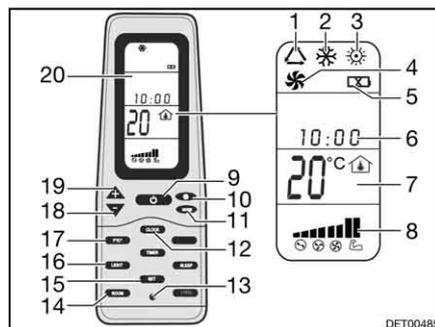

Fig. 159 Telecomando
- Premere il tasto ON/OFF (Fig. 159,9).
- Premere il tasto "Mode" (Fig. 159,11) spesso, finché la modalità desiderata (Fig. 159,1, 2, 3 o 4) viene visualizzata sul display (Fig. 159,20).
- Impostare la temperatura desiderata con i tasti "+" (Fig. 159,19) e "-" (Fig. 159,18).
- Con il tasto velocità dell'aria (Fig. 159,10) selezionare il livello desiderato per la ventola.